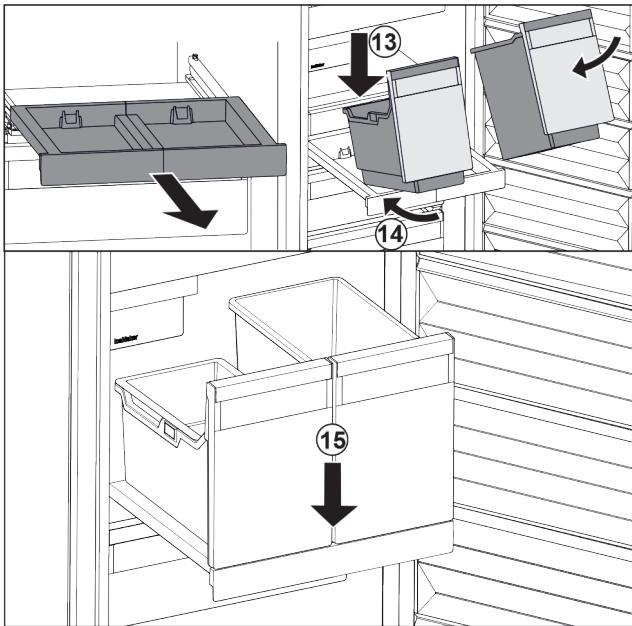

Fig. 200
- ▶ Behälter schräg auf das Auszugsbord aufsetzen. Fig. 200 (13)
- ▶ Behälter schräg nach hinten einschieben. Fig. 200 (14)
- ▶ Behälter vorne absetzen. Fig. 200 (15)